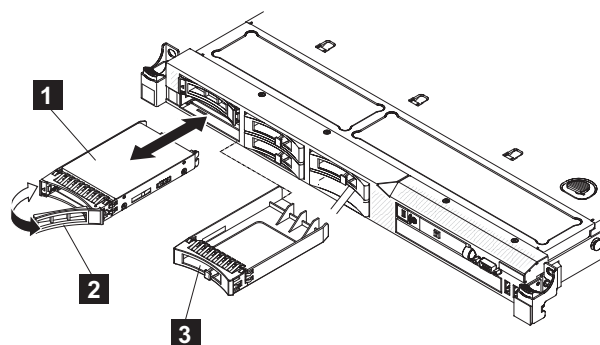

Figura 150. SAN Volume Controller 2145-CG8 ou 2145-CF8 preenchedor da unidade e compartimento de unidade
- b. Alinhe a montagem da unidade com os trilhos da guia no compartimento, conforme mostrado na Figura 150.